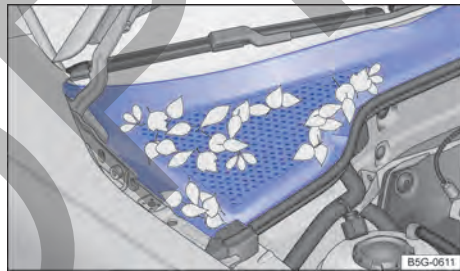

Fig. 187 Entre el compartimento del motor y el parabrisas: caja de agua (representación esquemática).
- La caja de aguas está ubicada en el compartimento del motor, entre el parabrisas y el motor, y bajo una cubierta perforada → fig. 187. El aire ambiente es aspirado de la caja de aguas al interior del vehículo por medio del sistema de calefacción y ventilación o del aire acondicionado.